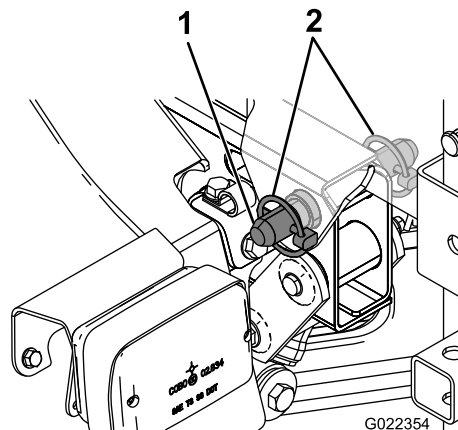

Figura 10
- Allineate i fori nelle barre di articolazione della parte posteriore del gruppo del telaio di supporto del serbatoio con i fori nel tubo di articolazione del pianale nella parte terminale del telaio del veicolo (Figura 10).
- Installate un perno con testa rastremata e 2 acciarini sulla barra di articolazione per fissare il gruppo serbatoio al telaio (Figura 10).